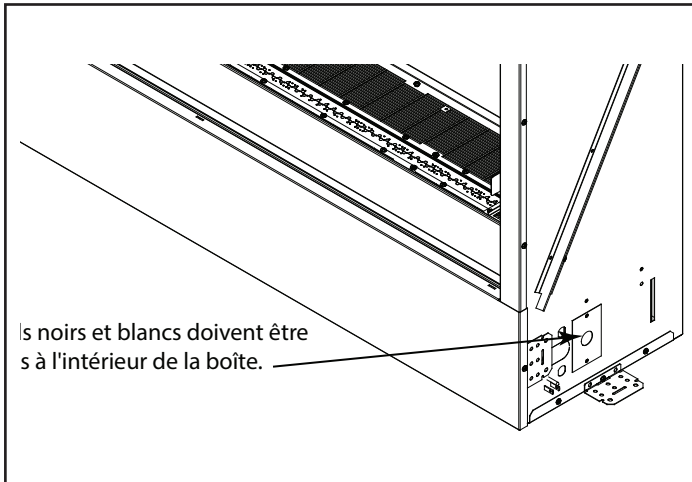

Figure 5.3. Raccorder la boîte de jonction
- Reconnectez la boîte de jonction et remontez-la. Voir la figure 5.3.